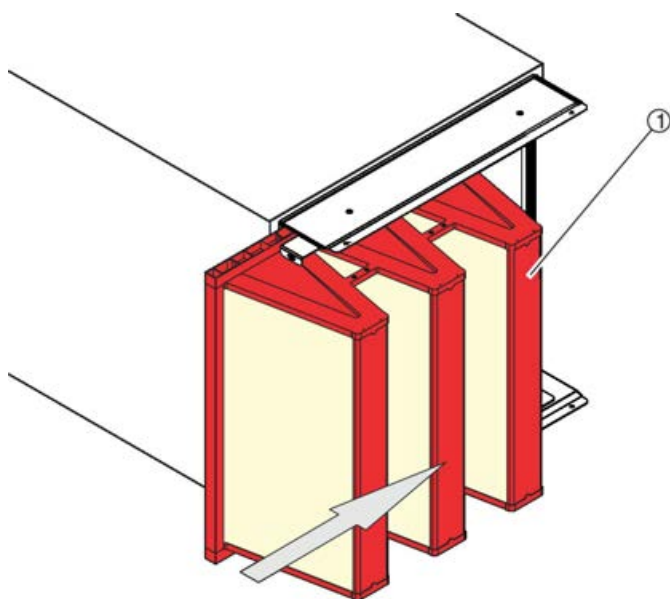

Fig. 56: Sustitución del filtro
6. ▶ Deslice el nuevo filtro (Fig. 56 /1) desde el lateral.